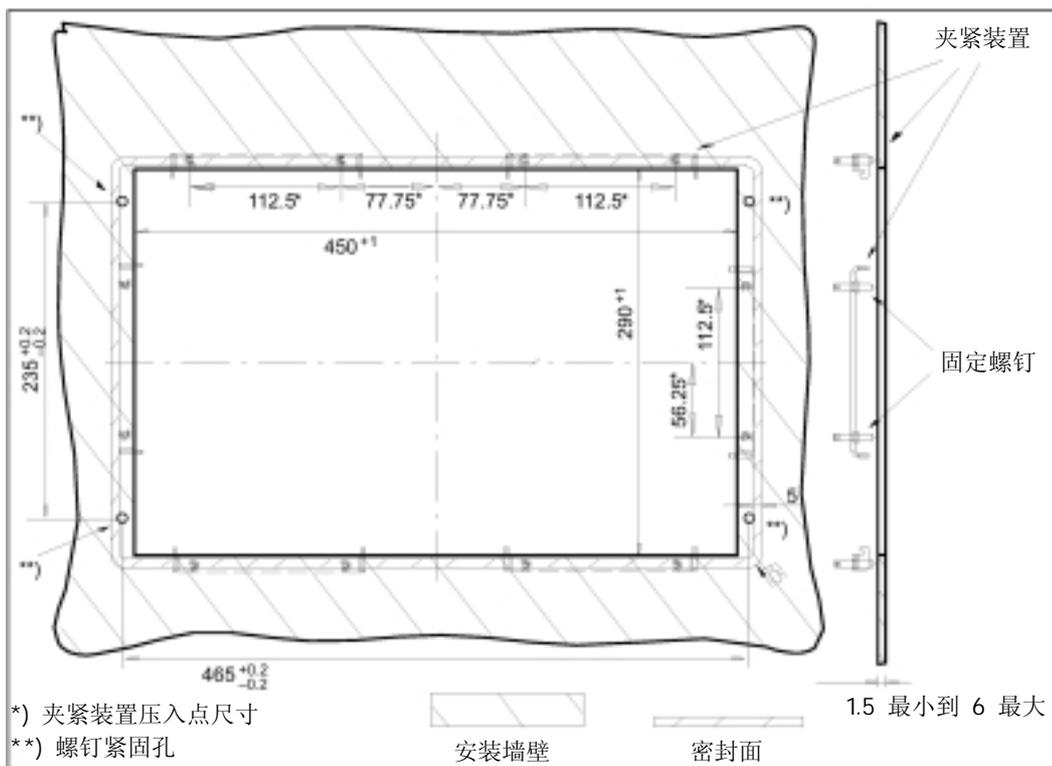

图 8-10 OP012 操作面板安装尺寸
表 8-3 安装孔尺寸 (参见图 8-10)
2. 从后面通过 6 个紧固装置把前面板固定在面板方框中 (参见图 8-10), 紧固固定螺钉 (扭矩 0.4-0.5Nm)。